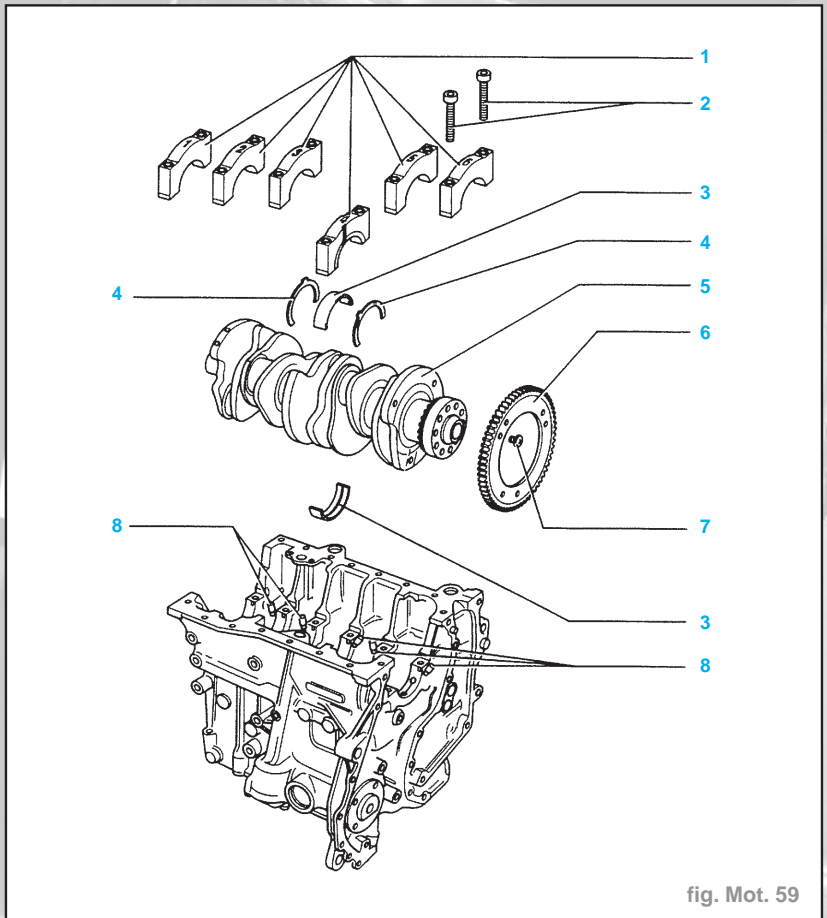

fig. Mot. 59
**VILEBREQUIN : DÉPOSE ET REPOSE (fig. Mot. 59)**